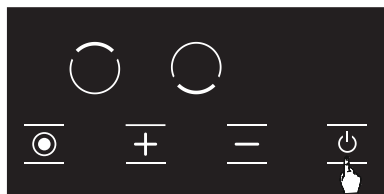

Abbildung 11
1. durch Berühren der **⏻** Taste kann der Herd abgeschaltet werden. (siehe Abb. 11)